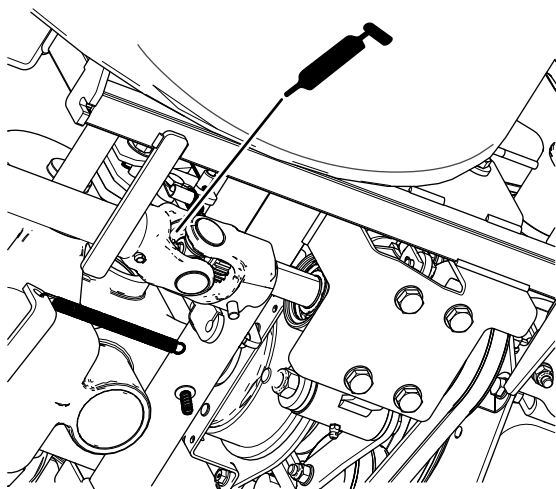

Bild 47
- Hinteres Antriebsgelenk der Antriebswelle an der Zapfwelle (Bild 47).